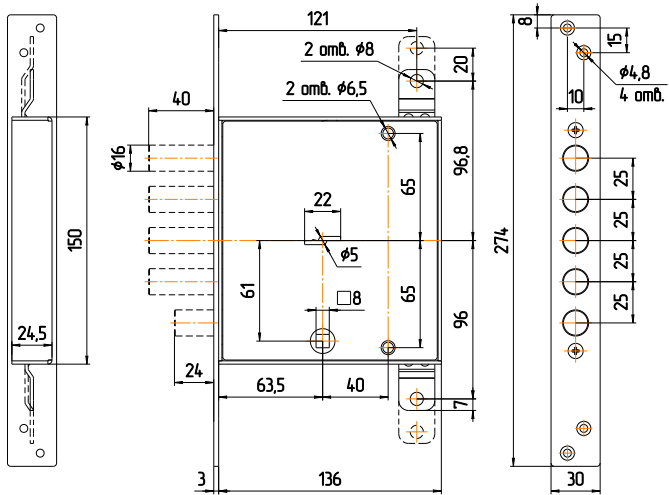

Рис.2
5.1. Произвести разметку и выполнить на полотне двери гнездо для корпуса замка, отверстие для ключа, с внутренней стороны двери – отверстие для поводка привода задвижки, а в дверной коробке – отверстия для пальцев засова и задвижки (см. рис.2).